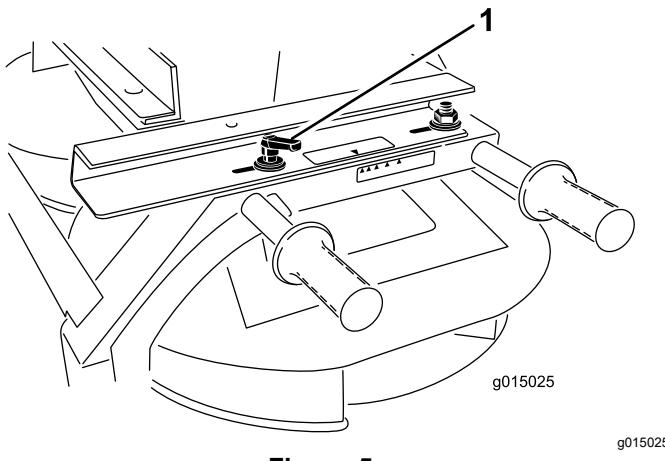

Figure 5
1. Desserrez la poignée de chaque côté du Twin Spinner (Figure 5).